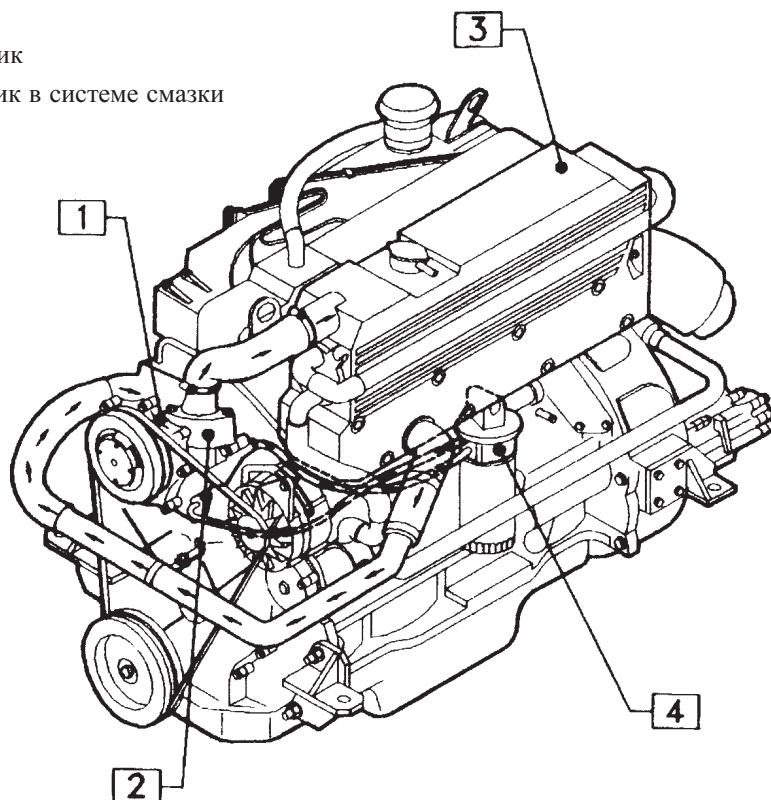

Рис. 3.1
3.2.1. Замкнутый контур (охлаждение пресной водой) — см. рис. 3.1